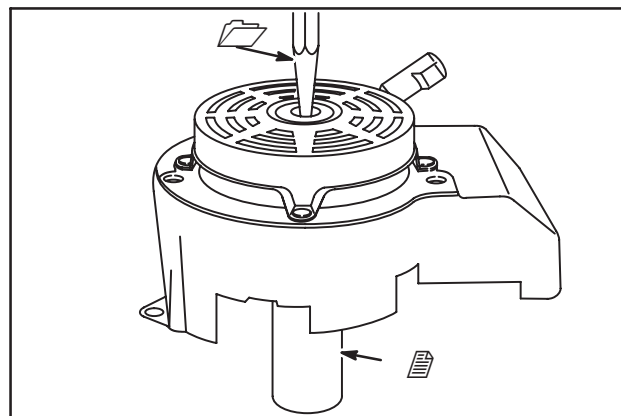

Fig. 42
5. Placer le carter de ventilation sur le support de cylindre (2), **Réf. : 19227**, et chasser la goupille avec un pointeau de dia. 7,9 mm (1), Fig. 42.